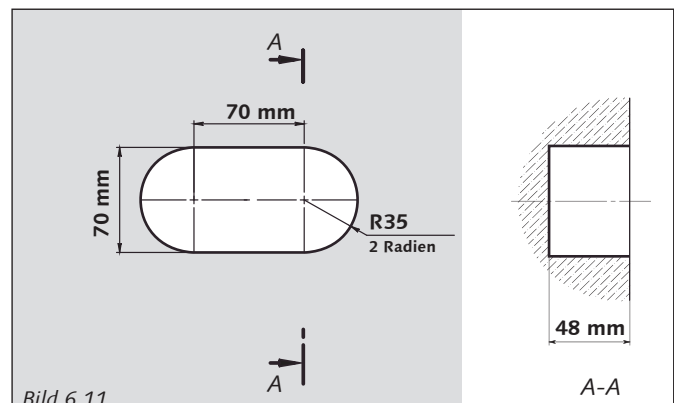

Bild 6.11
11. Setzen Sie die Steuereinheit 50DACBED mit dem Netzgerät in eine vorbereitete Nische in der Wand ein, siehe Bild 6.11. Der Montageort der Steuereinheit darf für Kinder nicht frei zugänglich sein. Bei Auswahl des Montageortes der Steuereinheit nehmen Sie Rücksicht auf die Länge des gelieferten Kabels. Bei Bedarf kann ein längeres Kabel (max. 30 m) verwendet werden, (LIYY UL CSA 5xAWG/7 (5x0.25)).